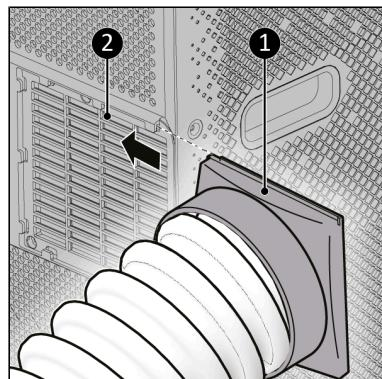

Figure 62.
7. Reliez le raccordement de flexible (Figure 62, pos. 1) à la sortie d'air chaud de l'appareil (Figure 62, pos. 2).